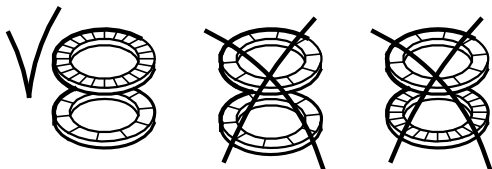

Fig. 8 Montaje correcto de las arandelas
7. Montar el impulsor (pos. 49), el espaciador (pos. 64), la junta (pos. 139b) y el difusor (pos. 4f).
8. Continuar el montaje hasta la cámara del cojinete (pos 4a).
9. Montar la cámara para el cojinete (pos. 4a), el espaciador (pos. 64a), la junta (pos. 139b) y el anillo de cojinete (pos. 47a). Ver sección 8. *Orden de montaje de cámaras e impulsores.*
10. Montar el impulsor (pos. 49), la abrazadera (pos. 64c), las arandelas (pos. 66) y la tuerca (pos. 67). Ver fig. 8.